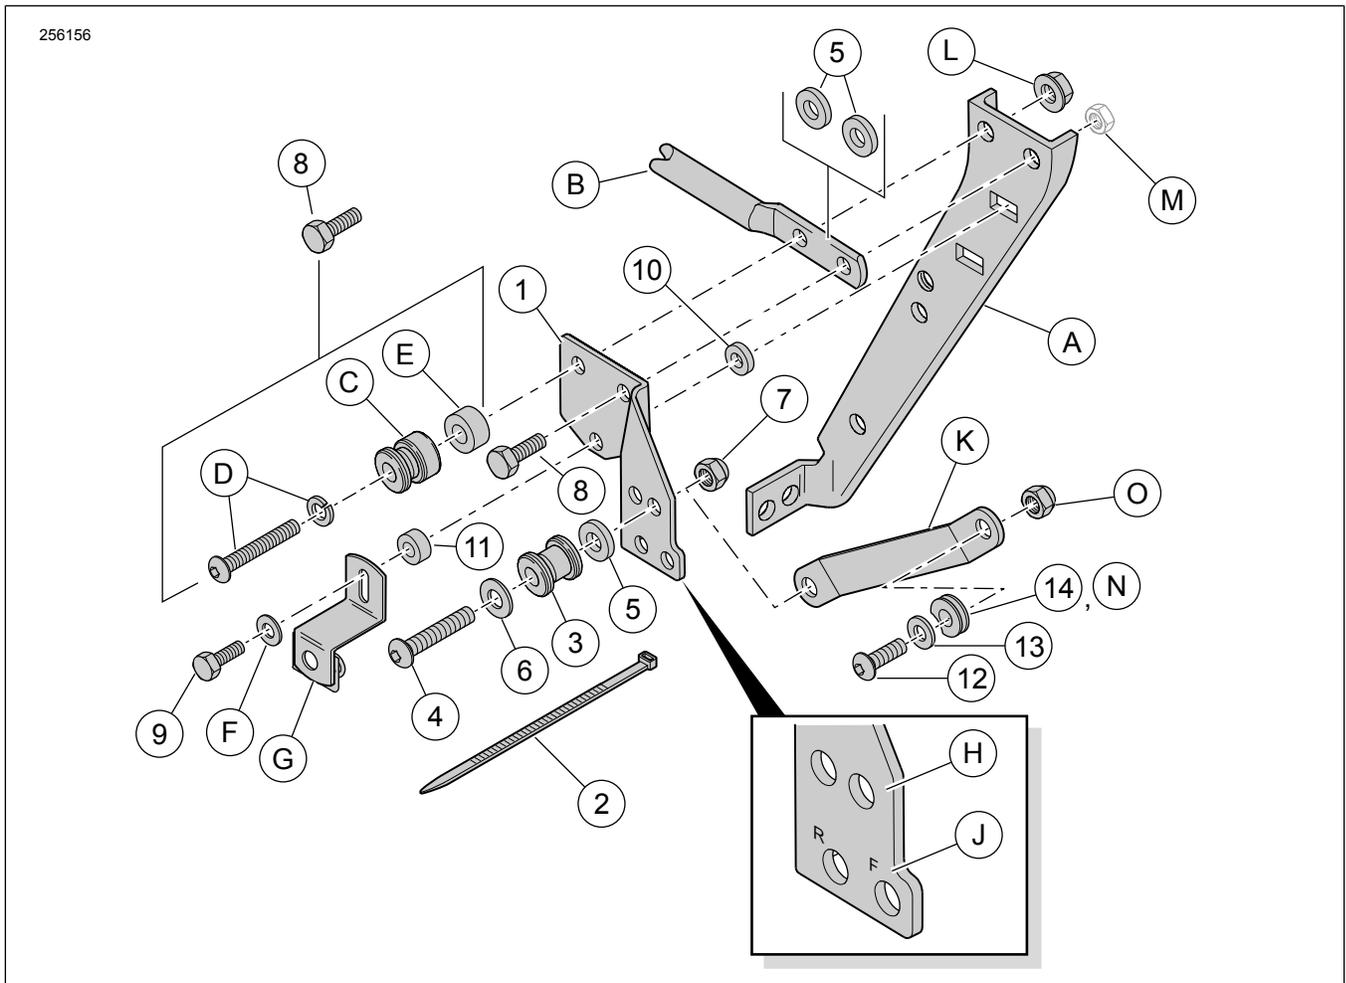
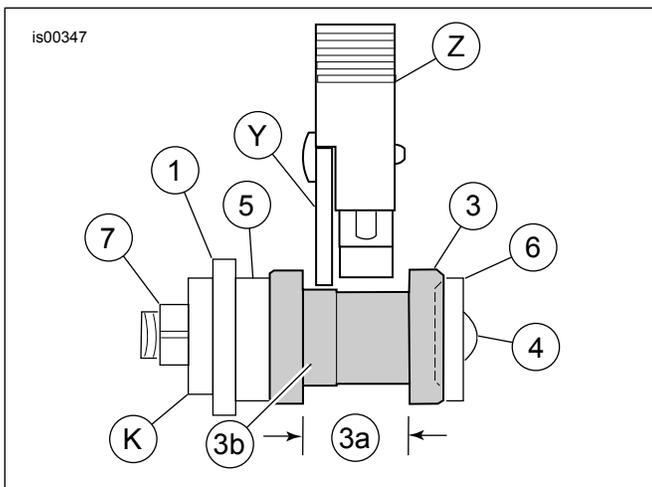

Figura 1. Contenido del kit: Kit de acoplamiento delantero instalado de forma independiente
Figura 7. Alineación correcta del pestillo en el punto de acoplamiento
Vea Figura 1 . Los soportes de montaje del punto de acoplamiento delantero (1) son específicos de un lado. Las letras estampadas cerca de los orificios inferiores deben quedar apuntando hacia fuera e identificar las posiciones del lado delantero (R) y posterior (F).
2. **Sin kit de acoplamiento posterior:** ver Figura 1 . Instale el soporte de montaje de la siguiente manera:
- Instale un tornillo largo de 5/16-18 x 1 pulg. (25 mm) (8) en ambos orificios superiores.
- Instale un espaciador de 1/8 pulg. (3,2 mm) de grosor (5) en cada tornillo, entre el soporte de montaje (1) y el Equipo original (OE) soporte de montaje de la alforja (A).
3. **Con el kit de acoplamiento posterior:** ver Figura 1 . Instale el soporte de montaje de la siguiente manera:
- Instale un tornillo largo de 5/16-18 x 1 pulg. (25 mm) (8) del kit de acoplamiento delantero (53803-06) en el orificio delantero superior del soporte (1) y a través de la parte delantera del soporte (B) del kit de acoplamiento posterior (53804-06), colocado entre el soporte de montaje (1) y soporte de montaje de la alforja del equipo original (A).
- Instale un tornillo largo de 5/16-18 x 2-1/4 pulg. (57 mm) y una arandela de seguridad (D), punto de acoplamiento (C) y un espaciador de 0,386 pulg. (9,8 mm) (53804-06) del kit de acoplamiento posterior (53804-06) en el orificio posterior superior del soporte (1) del kit de acoplamiento posterior (53804-06), colocado entre el soporte de montaje (1) y soporte de montaje de la alforja del equipo original (A).
4. Vea la Figura 1 y la Tabla 2 . Instale el montaje de la alforja posterior.
- Inserte el tornillo de 1/4-20 (artículo 9, con una longitud de 1 pulg. o 7/8 pulg. dependiendo del modelo) a través de la arandela (F) y el orificio en el soporte de montaje de la alforja (G).
- Para los modelos FLHR, FLHT o FLTR:** inserte las roscas a través del orificio inferior del soporte de montaje (1), directamente debajo de los tornillos previamente instalados.
- Para los modelos FLHRC o FLHRS:** coloque el espaciador de 9/16 pulg. (14,3 mm) de grosor (11) en las roscas del tornillo e inserte las roscas a través del orificio inferior del soporte de montaje (1), directamente debajo de los tornillos previamente instalados.
- Coloque el espaciador de 1/8 pulg. (3,2 mm) de grosor (10) en las roscas de tornillo e inserte las roscas a través del soporte de montaje de la alforja (A) y en la tuerca del clip. Ajuste.
7. Vea la Figura 7 y la Figura 1 . Coloque una arandela (6) en las roscas de un tornillo de cabeza de botón (4) de este kit.
8. Coloque un punto de acoplamiento (3), orientado como se muestra, sobre las roscas de tornillo, seguidas por un espaciador (5).
- Para los modelos 1994-1996:** a través del orificio más posterior (H) del soporte de montaje (1).
- Para los modelos 1997 y posteriores:** a través del orificio situado más al frente (H) en el soporte de montaje (1).
- Inserte las roscas de los tornillos a través de un orificio más grande en el soporte (53805-99, artículo K, parte de la rejilla o kit de la pieza vertical del respaldo del asiento trasero) y fije sin apretar en su lugar con la tuerca de seguridad (7).